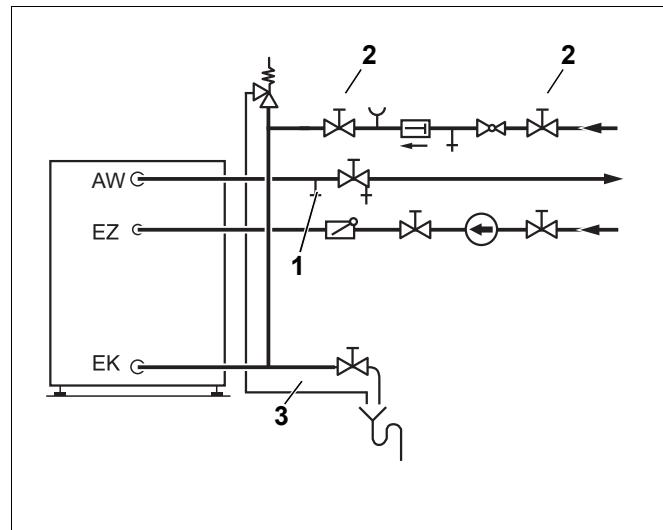

Рис. 10 Монтаж по DIN 1988 (принципиальная схема)
- Для удаления воздуха из бака-водонагревателя откройте вентиль продувки и выпуск воздуха (рис. 10, [1]) или наиболее высоко расположенный водоразборный кран.
- Для заполнения бака откройте запорный вентиль на входе холодной воды ЕК (рис. 10, [2]).
- Перед нагревом проверьте заполнение водой отопительного котла, бака-водонагревателя и трубопроводов. Для этого откройте вентиль продувки и выпуск воздуха (рис. 10, [1]).
- Держите постоянно открытый дренажный трубопровод предохранительного клапана (рис. 10, стр. 13).
- дренажная линия предохранительного клапана (рис. 10, стр. 13) должна быть постоянно открытой.